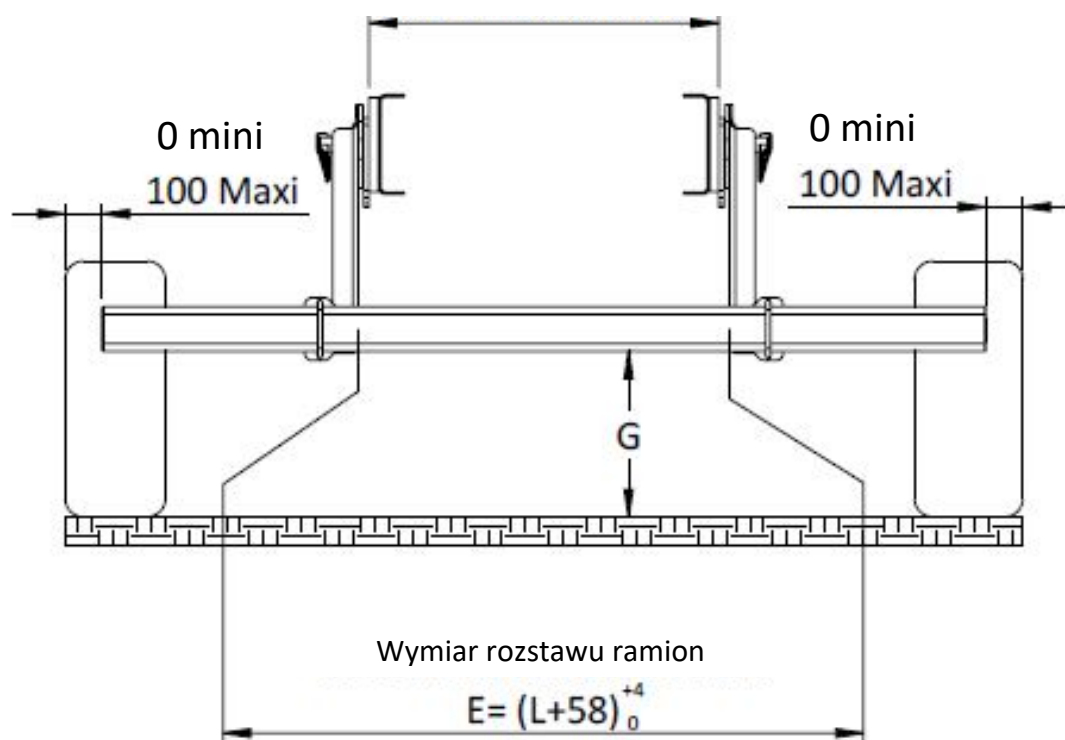

Rysunek 1
- Zawieszenie hydrauliczne, hydropneumatyczne: $G \leq 450 \text{ mm}$ (patrz rysunek 1) lub kąt zejścia poniżej 8° przy maksymalnej wartości 550 mm.
- Inne zawieszenia: $G \leq 550 \text{ mm}$ (patrz rysunek 1) lub kąt zejścia poniżej 8° przy maksymalnej wartości 500 mm.
Ułożenie belki przeciwnajzdowej powinno zapewnić uzyskanie wymiaru $G \leq 550$ (patrz rysunek 1).
- W warunkach manewrowych, kąt obrotu powinien umożliwić osiągnięcie 90° z każdej strony płaszczyzny wzdłużnej pojazdu ciągnącego, natomiast kąt nachylenia powinien się zmieniać w zakresie od 0° do 6° (patrz rys. 1).